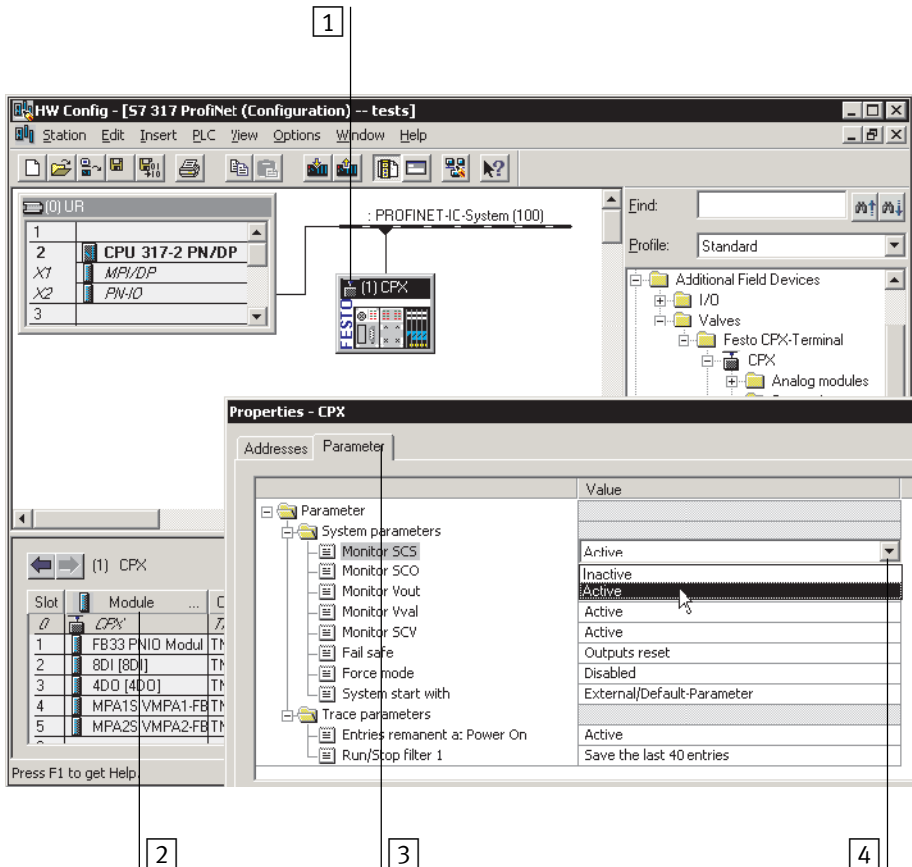

Fig. 2/14 : Réglage des paramètres du système avec Siemens STEP 7
2. Sélectionner l'icône du terminal CPX au niveau du système PROFINET IO (voir [1] Fig. 2/14). Le tableau de configuration affiche alors la configuration du terminal CPX.